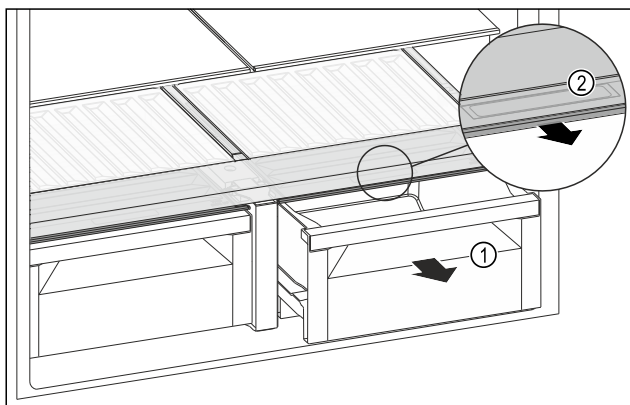

Fig. 141
- Izvlecite predal Fig. 141 (1).
- Primate prijemalno vdolbino Fig. 141 (2) na pokrovu predala in predal istočasno povlecite naprej.